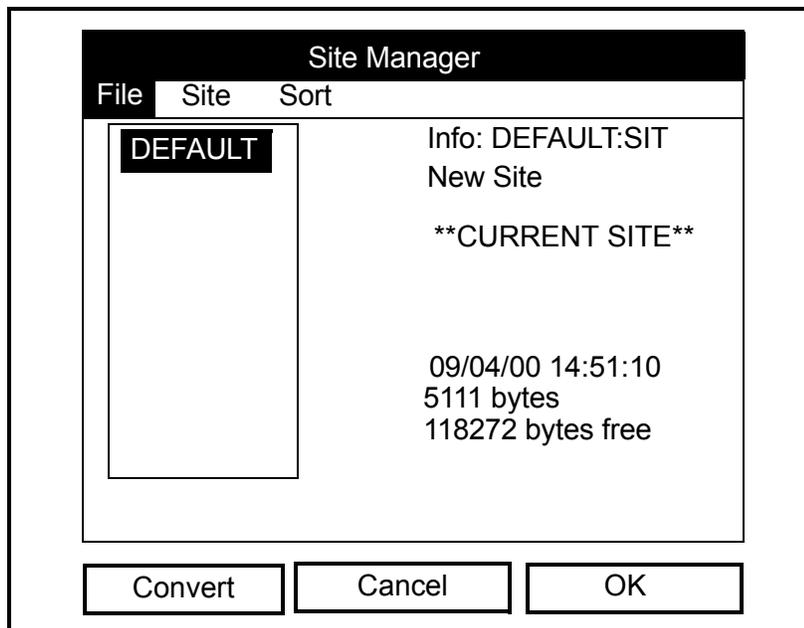

Рис. 4-2. Окно Site Manager (Диспетчер объекта)
2. При выделенном меню *Site* (Объект) прокрутите до пункта *Site Manager* (Диспетчер объекта) и нажмите [ENTER] (ВВОД). Будет показан экран как на рис. 4-2 ниже.
Теперь необходимо принять решение об использовании объекта, выделенного в окне *Site Manager* (Диспетчер объекта) (см. Рис. 4-2 на стр. 4-2) в качестве шаблона нового объекта:
1. В окне *Site Manager* (Диспетчер объекта) выберите нужный объект (см. Рис. 4-2 на стр. 4-2).
1. В окне *Site Manager* (Диспетчер объекта) (см. Рис. 4-2 на стр. 4-2) нажмите [MENU] (МЕНЮ) для открытия меню *File* (Файл).
Для обновления имеющихся в приборе сведений откройте *Site Manager* (Диспетчер объекта) (см. Рис. 4-2 на стр. 4-2). Затем выполните следующие действия:
1. Выделите существующий объект в окне *Site Manager* (Диспетчер объекта) (см. Рис. 4-2 на стр. 4-2) и нажмите [MENU] (МЕНЮ) для открытия меню *File* (Файл).
- Выделите существующий объект в окне *Site Manager* (Диспетчер объекта) (см. Рис. 4-2 на стр. 4-2) и нажмите [MENU] (МЕНЮ) для открытия меню *File* (Файл).